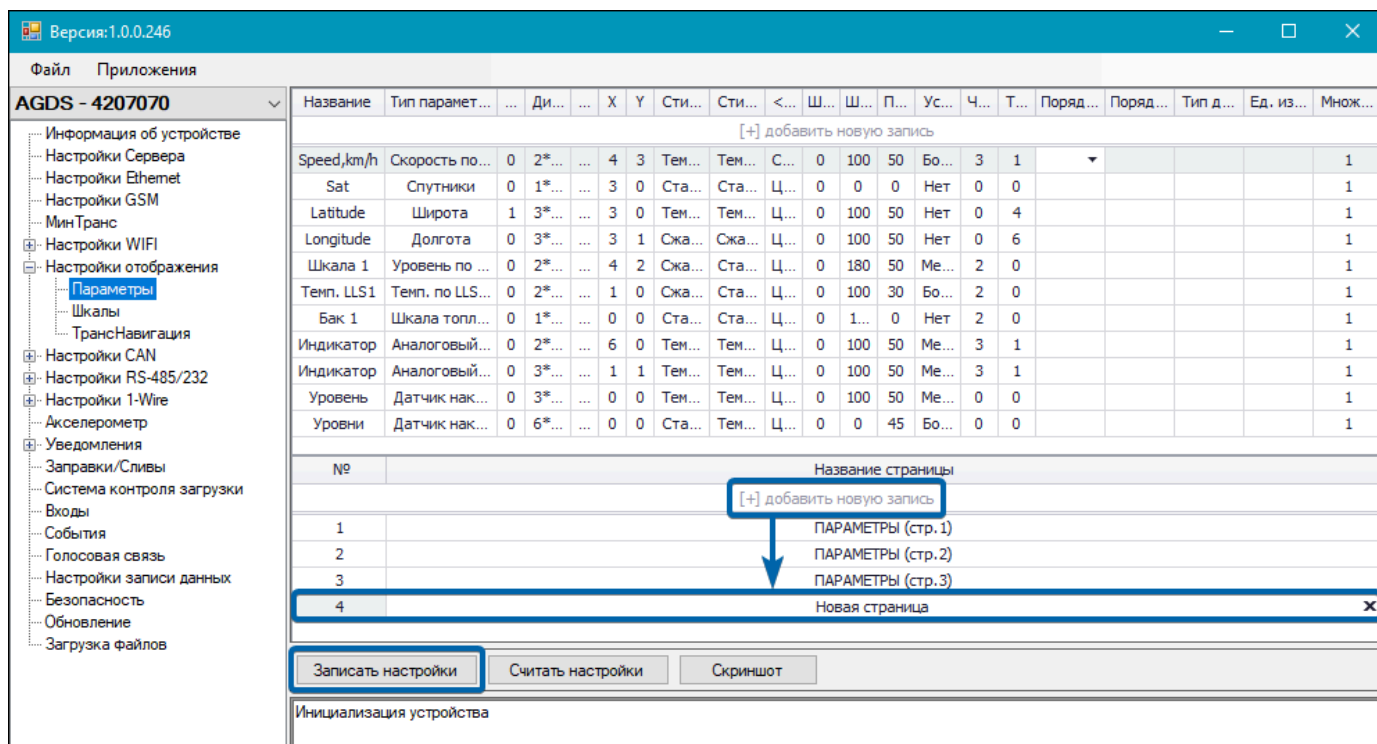

Рис.53. Добавление страницы на приборную панель
2. В списке программы-конфигуратора для АвтоГРАФ-ИНФО S выберите пункты *Настройки отображения | Параметры* (Рис.53). Рабочая область пункта «Параметры» содержит две таблицы: в верхней таблице добавляются и настраиваются индикаторы приборной панели, в нижней — страницы.
Все отображаемые на приборной панели индикаторы содержатся в верхней таблице рабочей области пункта «Параметры» (Рис.53). Каждая строка таблицы представляет собой отдельный индикатор с выбранным параметром.